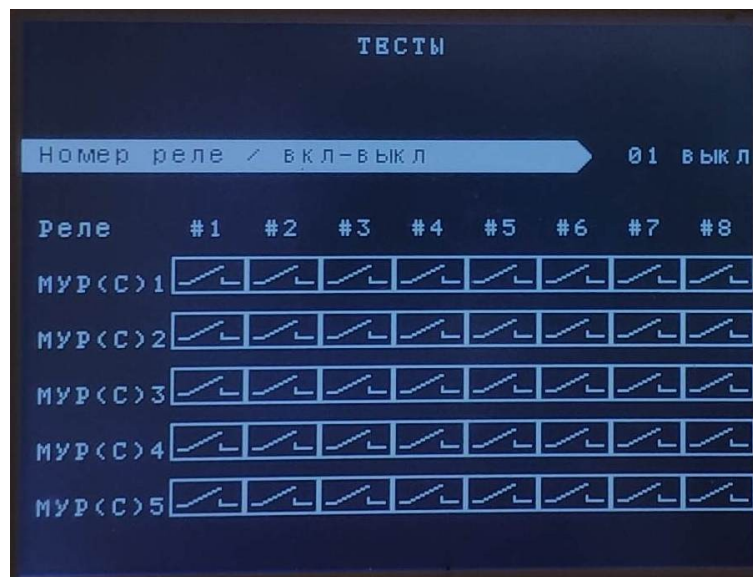
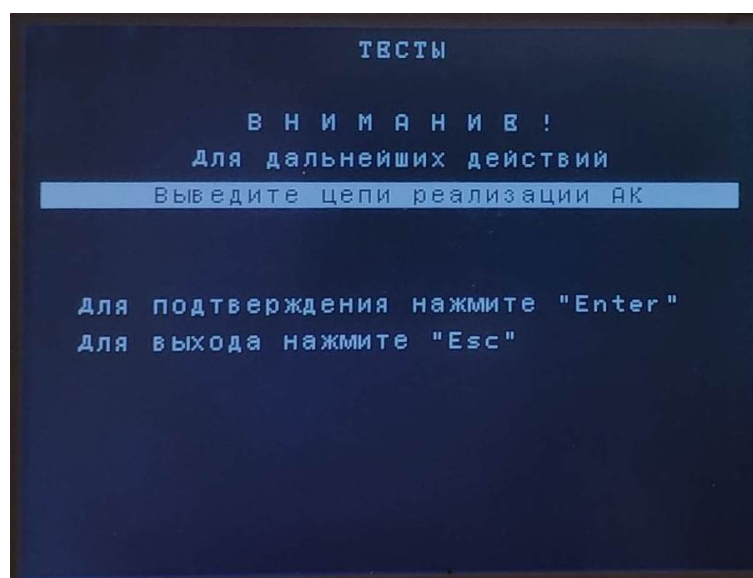

Рисунок 19 – Подраздел «Реле ПА»
Рисунок 20 – Предупреждение при входе в подраздел «Реле ПА»
3.2. «Реле ПА» - подраздел предназначен для тестового включения/выключения реле команд противоаварийной автоматики (см. рисунок 19). При входе в подраздел, выводится предупреждение о необходимости вывода из работы цепей реализации команд (см. рисунок 20). Порядок работы в данном режиме аналогичен п. 3.1.